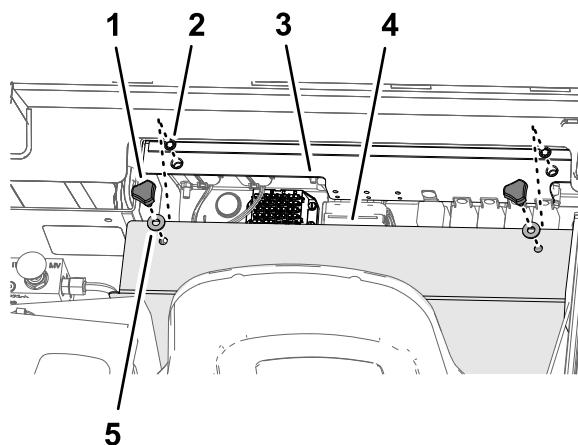

Figure 55
- Retirez les 2 boutons et les 2 rondelles qui fixent le couvercle sur la bride de la plaque électrique de la centrale d'alimentation, et déposez le couvercle (Figure 55).
3. Alignez les trous du couvercle et les trous dans la bride de la plaque électrique (Figure 55).
4. Fixez le couvercle sur la centrale d'alimentation avec les 2 boutons, les 2 rondelles et les 2 rondelles en étoile que vous avez retirés à l'opération 1 (Figure 55).